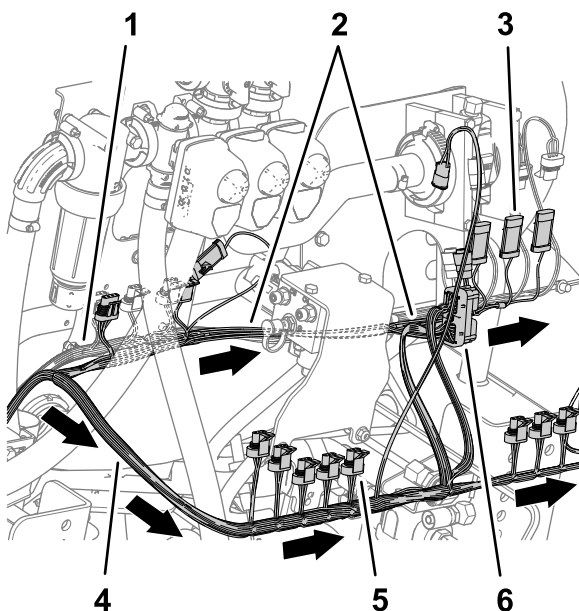

Figura 85
7. En la parte trasera de la máquina, enrute la rama de 89 cm del arnés de cables hacia adelante, por delante del distribuidor de elevación, y a la derecha del caudalímetro, según se muestra en la Figura 85.
- Enrute la rama de 102 cm del arnés de cables por detrás del distribuidor de elevación y hacia la derecha, según se muestra en Figura 85.